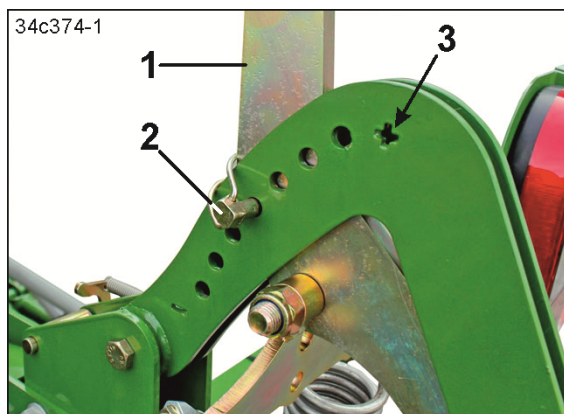

Рис. 199
4. Зафіксуйте положення важеля (Рис. 199/1) шплінтом (Рис. 199/2).
Притиск котків максимальний, коли шплінт (Рис. 199/2) вставлений в отвір поряд зі знаком плюса (Рис. 199/3).